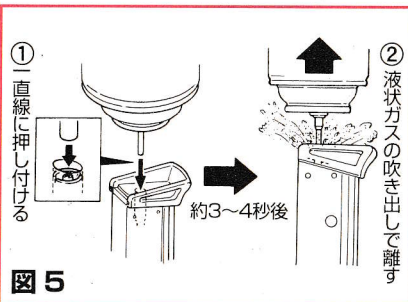

図5
<B. ガスの注入> ⇒図5参照
① 注入バルブは図5のようにマガジンボディと平行に内蔵されています。マガジンを逆さまにして、マルゼンシューターズポンペのノズルが一直線になるように、注入バルブへ差し込み、軽く押し付けてください。